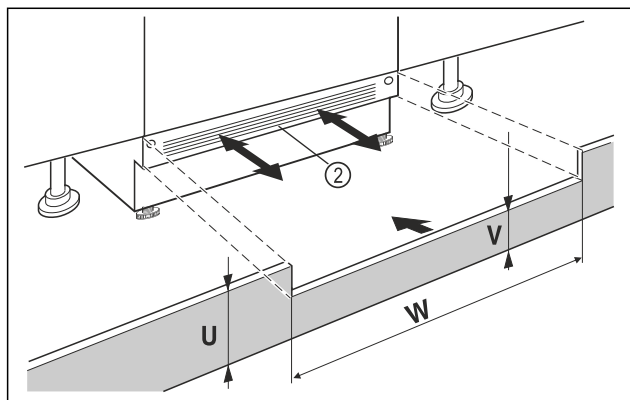

Fig. 71 Ilustrační zobrazení
- ▶ Nasadte krycí lištu spotřebiče Fig. 71 (2) ale ještě nepřipevňujte.
- ▶ U viditelné krycí lišty Fig. 71 (2) tuto lištu vytáhněte dopředu natolik, až jsou přední hrana větrací mřížky a nábytkové krycí lišty zarovnané.
- ▶ Při zakryté krycí liště Fig. 71 (2) tuto lištu zasuňte úplně dozadu.
- ▶ Dbejte a zcela volné větrací štěrby: V případě potřeby přirůzněte krycí lištu nábytku Fig. 71 (U) na potřebnou výšku!
- ▶ Podél šířky výklenku Fig. 71 (W) přizpůsobte výšku můstku Fig. 71 (V) pod krycí lištou spotřebiče Fig. 71 (2).